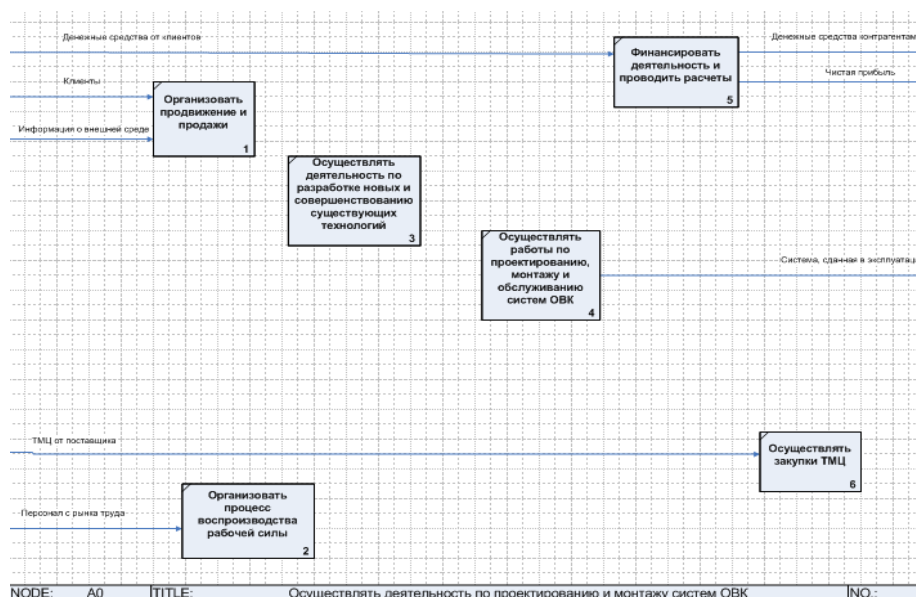

Рисунок 21 – Внешний вид диаграммы декомпозиции после присоединения граничных стрелок
**Задание 2.** Присоедините граничные стрелки к соответствующим граням блоков (рисунок 21). Появление красной метки в точке соединения стрелки с процессом означает, что соединение успешно завершено.